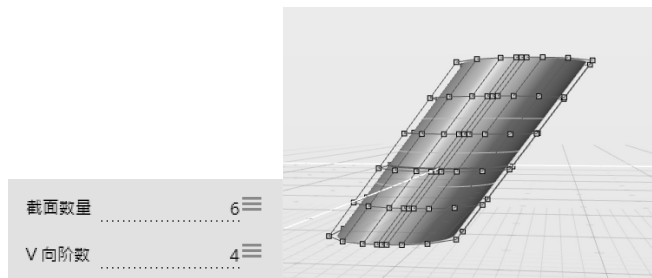

图 4-22 调整 V 向截面数量和阶数 (左) 的获得结果 (右)
5) 在控制面板中, 将“截面数量”参数修改为“6”、“V 向阶数”的值修改为“4”。切换到“编辑点”模式, 可见在挤出面方向共有 6 排控制点, 如图 4-22 所示。